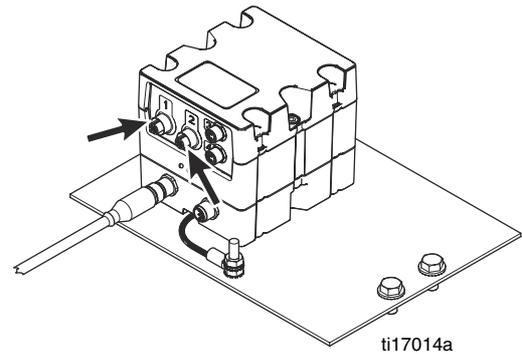

FIG. 14: Conexiones del cable de datos del flujómetro
- Si el cable de datos es para el lado A (Rojo) del flujómetro, conéctelo al puerto 1 del FCM. Vea la FIG. 14.*
- Si el cable de datos es para el lado B (Azul) del flujómetro, conéctelo al puerto 2 del FCM. Vea la FIG. 14.*